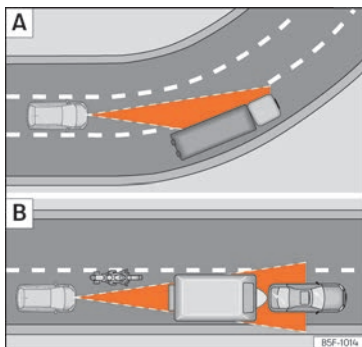

Fig. 239 [A] Vehículo en una curva. [B] Motociclista circulando por delante fuera del radio de acción del sensor de radar.
Al entrar o salir de algunas curvas puede que el sensor de radar deje de captar el vehículo que circula por delante o que reaccione ante un vehículo del carril contiguo »» fig. 239 [A]. Es posible que el vehículo frene de forma innecesaria o deje de reaccionar frente al vehículo que va delante. En este caso, el conductor tiene que intervenir acelerando o interrumpir el frenado pisando el freno o empujando la tercera palanca hacia la posición **CANCEL** »» fig. 236 ③.
El sensor de radar sólo puede detectar vehículos estrechos o vehículos que circulen desalineados cuando estos entren en su radio de alcance »» fig. 239 [B]. En estos casos, frene usted mismo si es necesario.